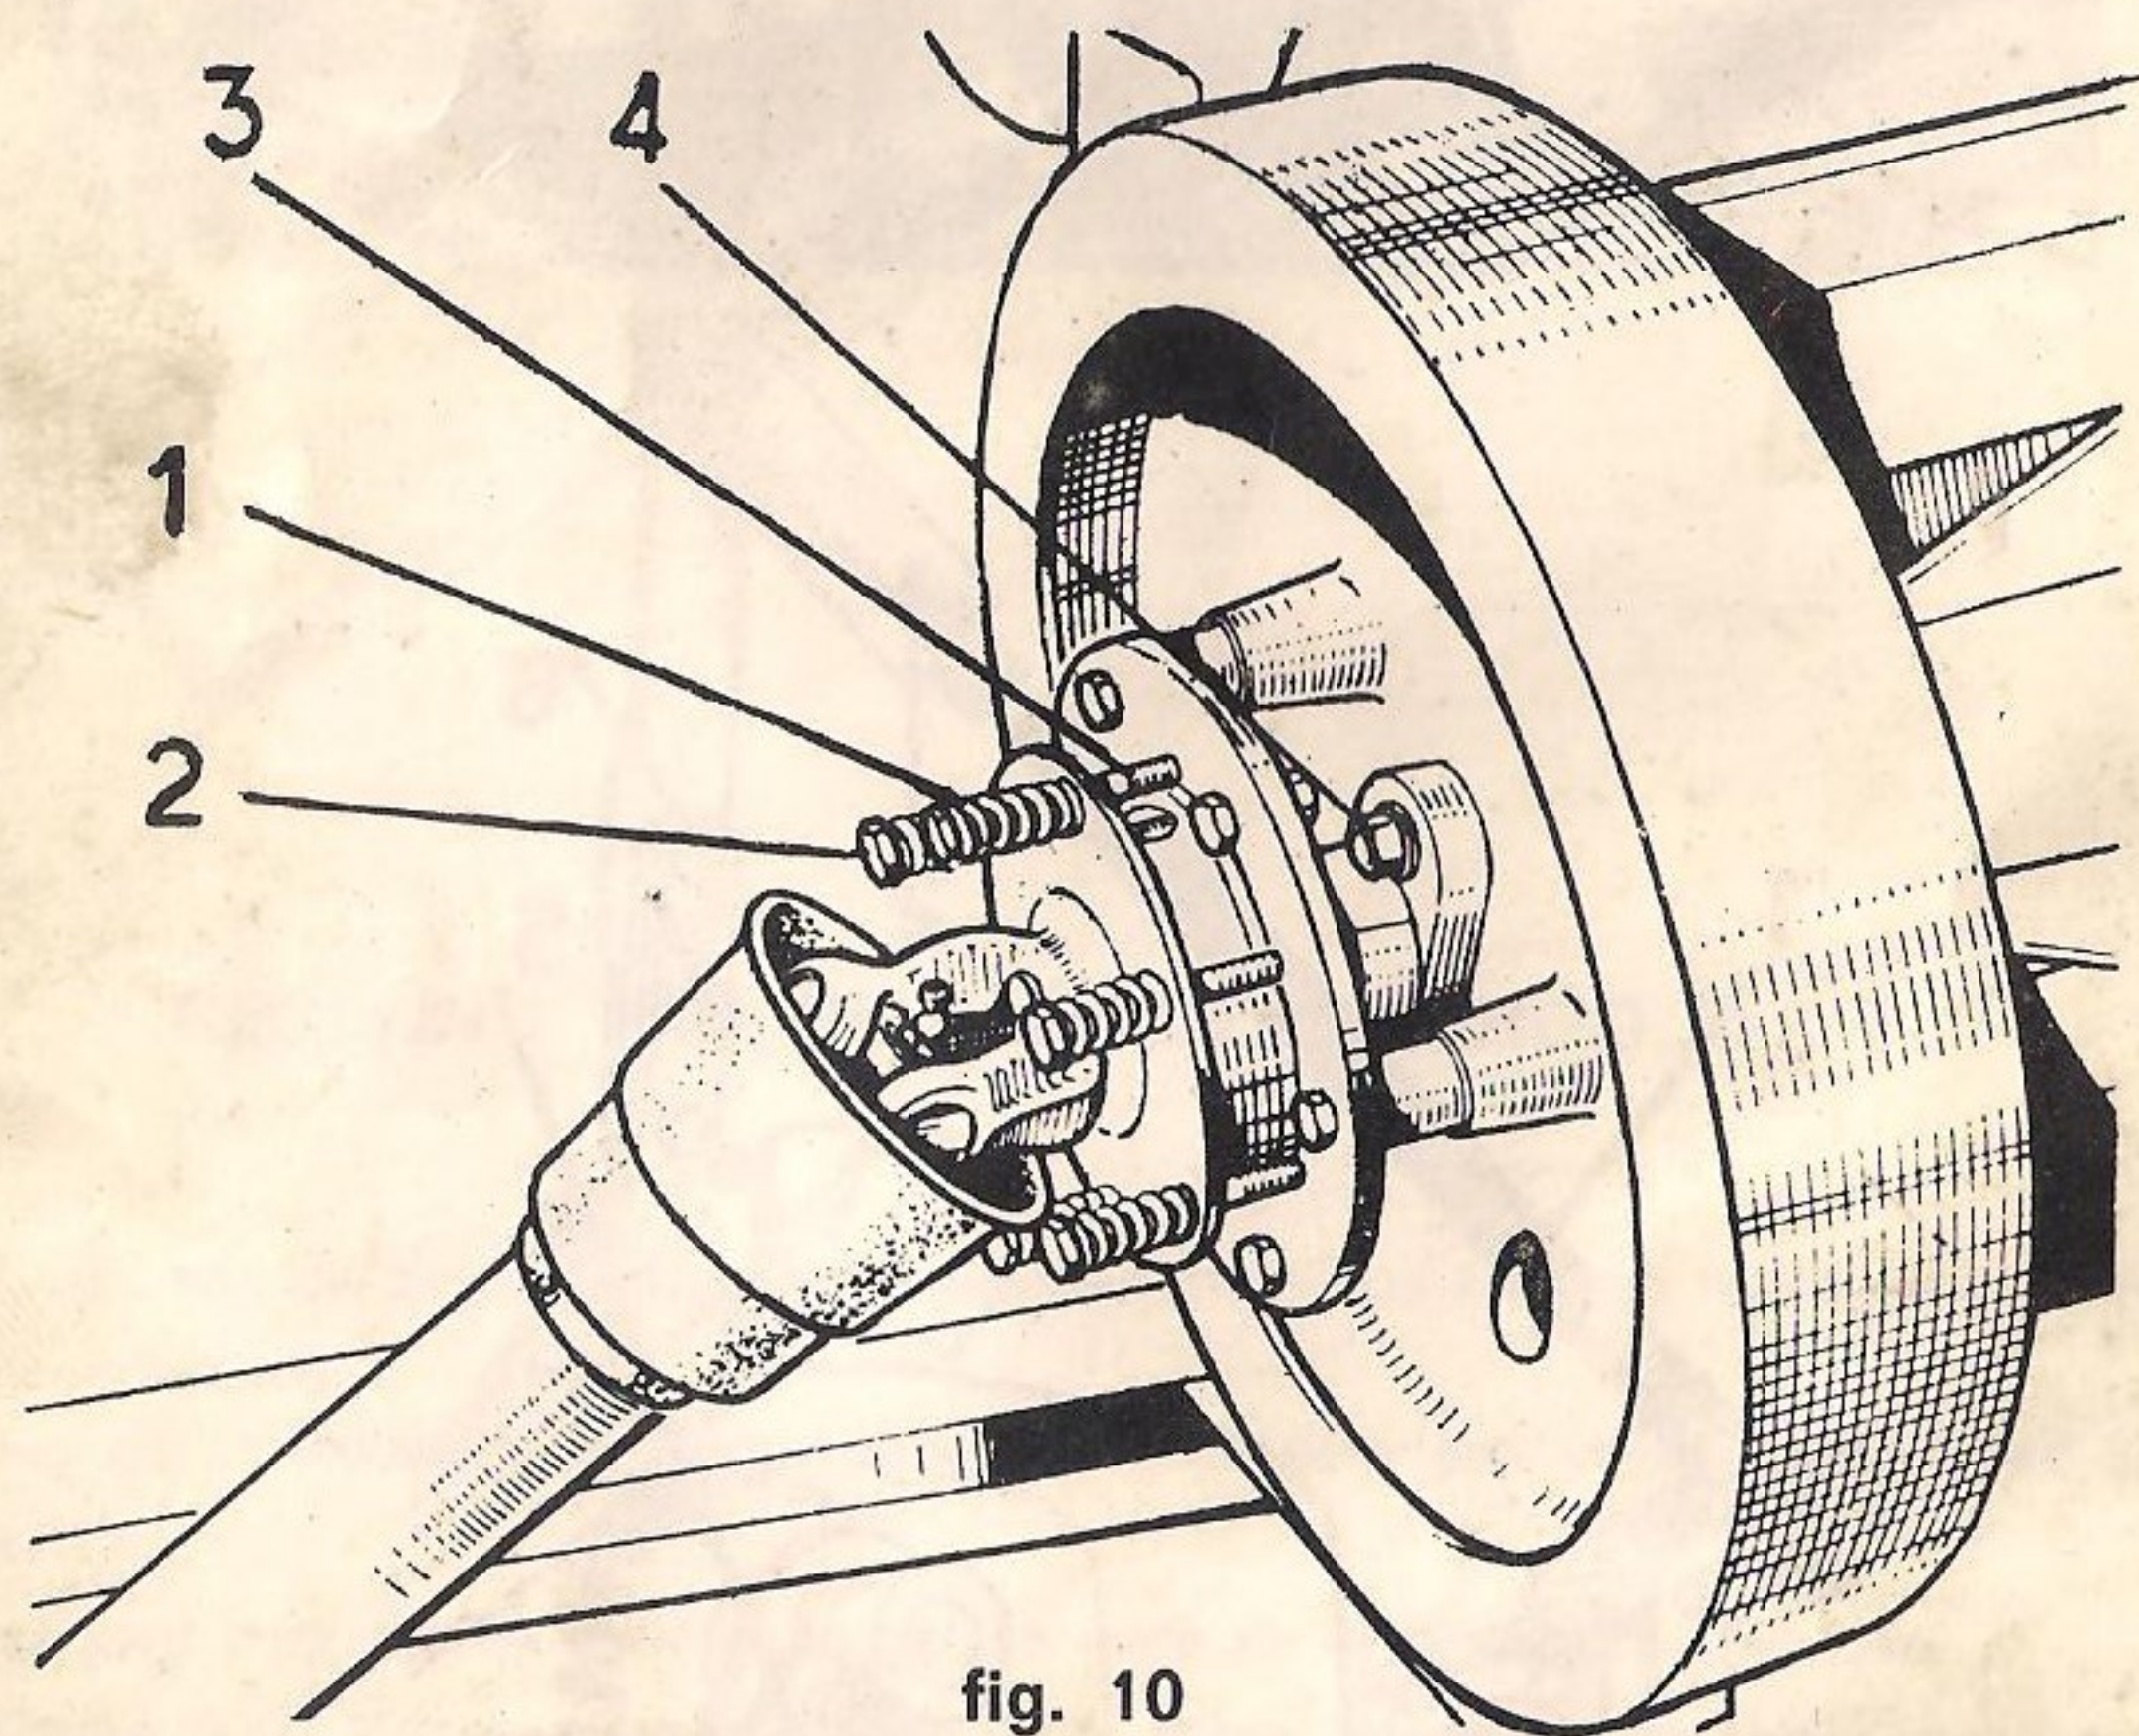

fig. 10
1. Slipkoppeling in vliegwiel (fig. 10).
De typen 6000, 7000 en 8000 zijn bovendien voorzien van een vrijloop koppeling (3 fig. 10). Deze dient ter beveiliging van de pers in zijn geheel en van de trekker. De koppeling draait over de pallen indien de trekkermotor b.v. plotseling in toeren wordt geminderd.
2. Breekbout in vliegwiel (fig. 10 No. 4).